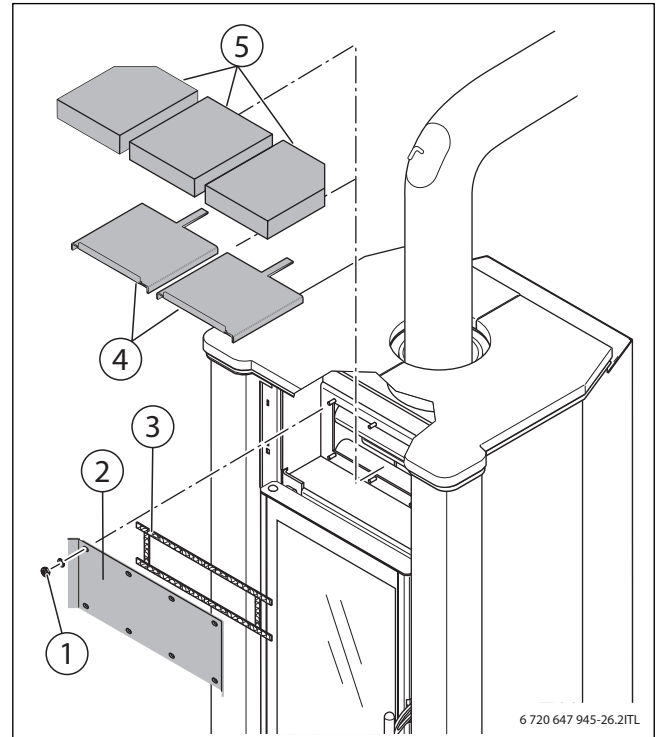

Bild 20 Prallsteine herausnehmen
- ▶ Umlenkstein, Prallsteine und Abgasumlenkbleche nach dem Reinigen wieder einlegen. Hierbei die Abgasumlenkbleche nach vorne schieben und die Prallsteine nach hinten schieben (→ Bild 20).